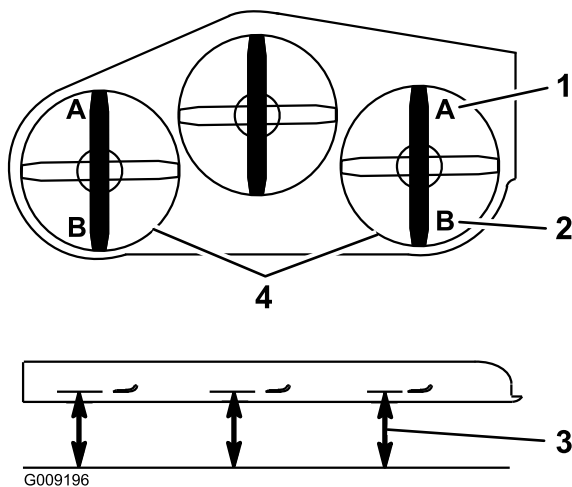

Figura 109
9. En ambos lados de la carcasa, mida desde la superficie nivelada hasta la punta delantera de la cuchilla (Posición A), según se muestra en Figura 109.
15. En ambos lados de la carcasa, mida desde la superficie nivelada hasta la punta trasera de la cuchilla (Posición B), según se muestra en Figura 109.